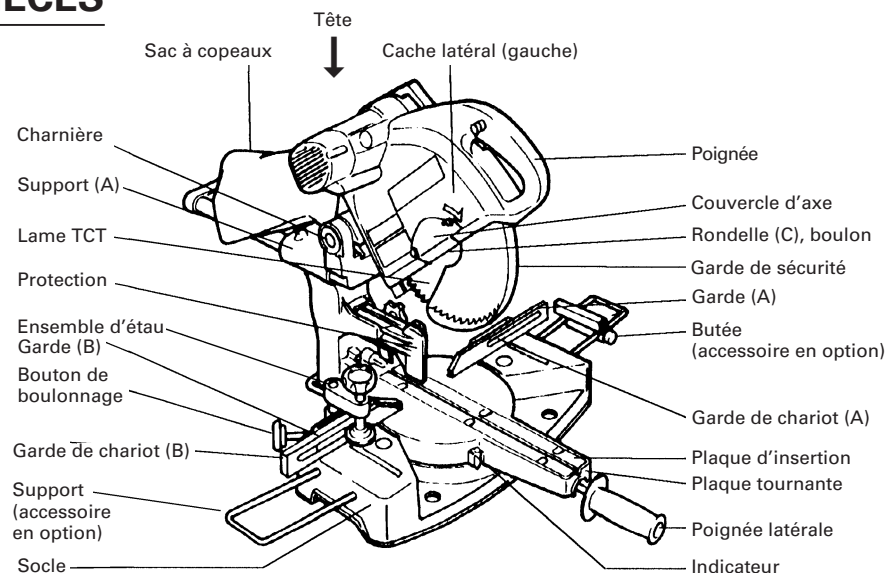
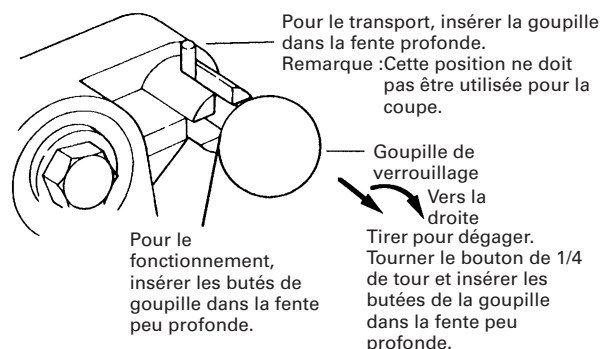

Fig. 1
Fig. 6-b
- ① Support de rallonge et butée (Fig. 1) (No. de code 998866)
- ② Lame TCT de 255 mm (10") (No. total de dents : 72) (No. de code 725206)
- ③ Ensemble d'étau (A) (No. de code 308394)
Quand l'outil électrique quitte nos usines, ses pièces principales sont fixées à l'aide d'une goupille de verrouillage. Déplacer légèrement la poignée (voir Fig. 1) de façon à dégager la goupille de verrouillage et la régler comme indiqué sur la Fig. 6-b.
REMARQUE: La goupille de verrouillage se dégagera plus facilement et plus sûrement si l'on abaisse légèrement la poignée (voir Fig. 1).
Fixer le sac à copeaux, le support, la butée et l'ensemble d'étau, la garde de chariot (A) et la garde de chariot (B) comme indiqué sur la Fig. 1.